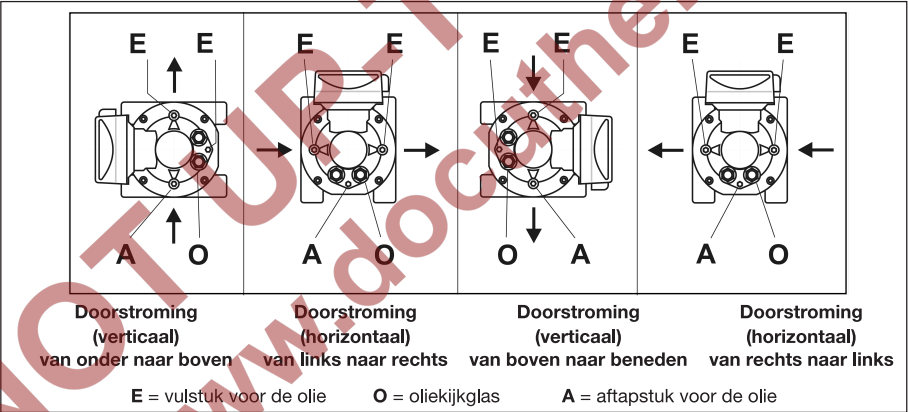

Fig. 7: Toelaatbare gebruiksposities, vullen met olie en oliepeilweergave, **type RVG**
- Er bevinden zich drie vulopeningen resp. aftapopeningen en twee oliedijkglazen aan de voor- en (optioneel) achterkant van de meter (fig. 7).
- Draai de inlaatschroef (E, fig. 7) in het voorste deksel van de behuizing eruit.
- Verwijder de inlaatschroef (E) in het achterste deksel van de behuizing, zodat de olie beter in de achterste kamer stromen kan.